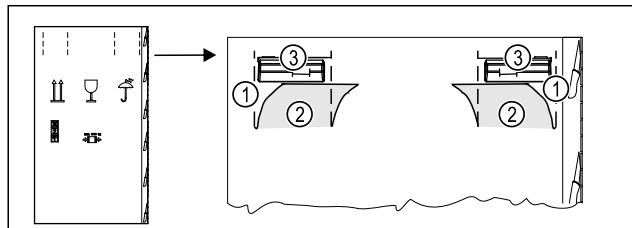

Fig. 4
- Comprimer il cartone di imballaggio in alto sulla perforazione Fig. 4 (1).
- Estrarre le linguette compresse Fig. 4 (2).
- La maniglia di trasporto Fig. 4 (3) a destra e a sinistra è visibile.
- Tenere l'apparecchio dalle maniglie di trasporto Fig. 4 (3).